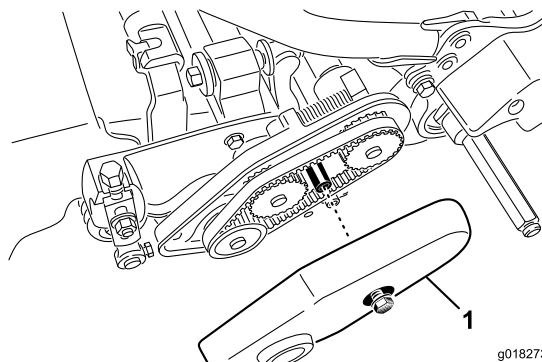

Figura 47
2. Afloje el perno con arandela prensada que sujeta la cubierta de la correa, y retire la cubierta de la correa para tener acceso a la correa (Figura 47).